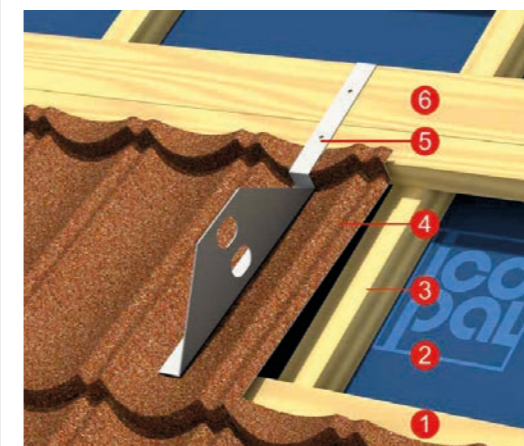

рис. 31
7.12.3. В случае, если проектом предусмотрена установка снегозадержателей, их устанавливают как показано на рис. 31.